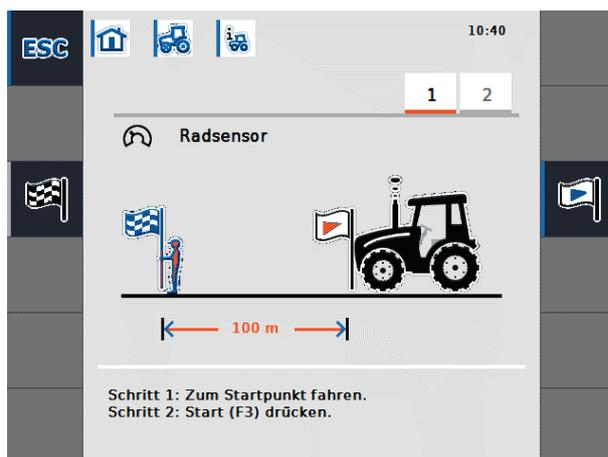

Figure 8-19: Calibrage - Démarrage
- Avancer jusqu'au point de départ de l'itinéraire et appuyer sur la touche de fonction F3 "Drapeau de départ" (voir Figure 8-19).